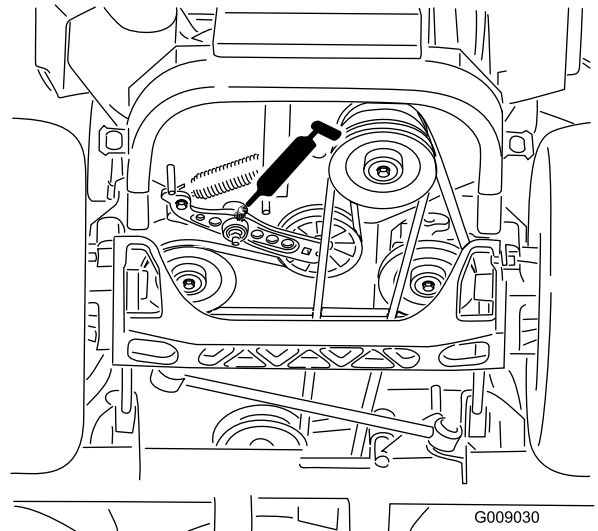

Figura 49
6. Lubrificate il braccio di rinvio della cinghia di trasmissione (**Figura 49**).